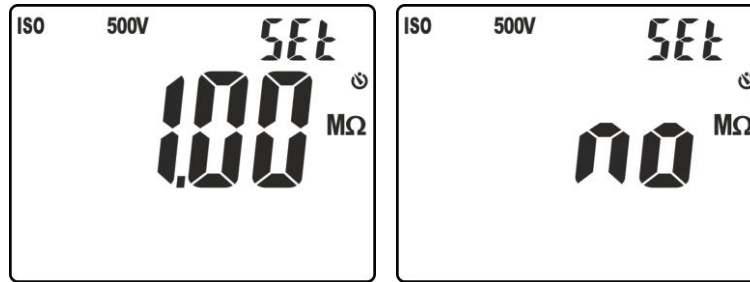

Fig. 16: Configuration du seuil limite de la mesure d'isolement
5. Cliquer sur les touches ▼/☼ ou ▲/ZERO pour sélectionner la valeur parmi les options: **0.10MΩ**, **0.230MΩ**, **0.50MΩ**, **1.00MΩ**, **100MΩ**, **no**. L'option « **no** » indique que le seuil n'est pas configuré (voir Fig. 16)
4. Cliquer sur la touche **VTEST/LIM** et la maintenir enfoncée (>2s) pour configurer le seuil **minimum** sur la mesure. Le symbole « Set » clignote sur l'écran. Cliquer sur les touches **▼/⚡** ou **▲/ZERO** pour sélectionner la valeur parmi les options: **0.10MΩ, 0.230MΩ, 0.50MΩ, 1.00MΩ, 100MΩ, no**. L'option « no » indique que le seuil n'est pas configuré (voir Fig. 16)